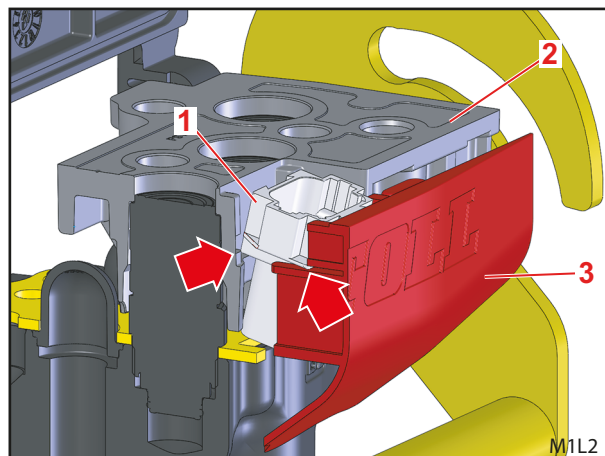

Fig. 14 Montage de la partie inférieure de l'Hydro-Fix – connecteur enfichable électrique et couvercle
- (6) Glisser la partie inférieure de l'Hydro-Fix sur le distributeur (pas jusque tout en bas).
- (7) Positionner le connecteur enfichable électrique légèrement en biais pour qu'il glisse dans les guidages et les surfaces (voir la flèche dans Fig. 14) lors de la jonction du couvercle et de la partie supérieure de l'Hydro-Fix.
- (8) Enfoncer complètement le couvercle et pousser simultanément la partie inférieure de l'Hydro-Fix vers le bas avec prudence.
- (9) Fixer la partie inférieure de l'Hydro-Fix avec 5 vis M8x45.